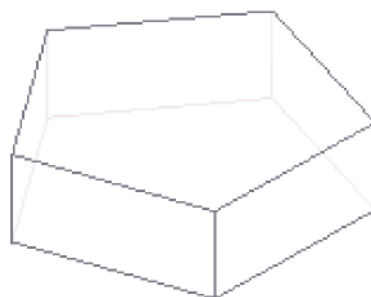

Рис. 5.34
5. Применим к полученному пятиугольнику  **Операцию выдавливания**. В окне **Расстояние** зададим **50**, а **Направление** - **Прямое**. Результат выдавливания показан на рис. 5.34. Здесь применен каркасный способ отображения модели с прорисовкой невидимых ребер тонкими линиями.